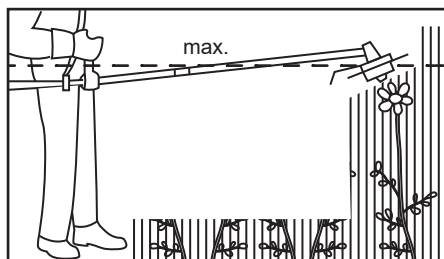

Fig. 19
4. Nu ține niciodată capul de tăiere mai sus decât nivelul șoldului (Fig. 19). Cu cât este ținut într-o poziție mai ridicată, cu atât crește riscul de proiectare în jur a obiectelor.